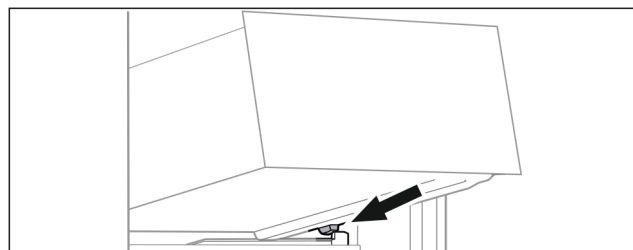

Fig. 83
- ▶ Așezați sertarul oblic în spatele opritoarelor pe nervura recipientului. (vezi Fig. 83)